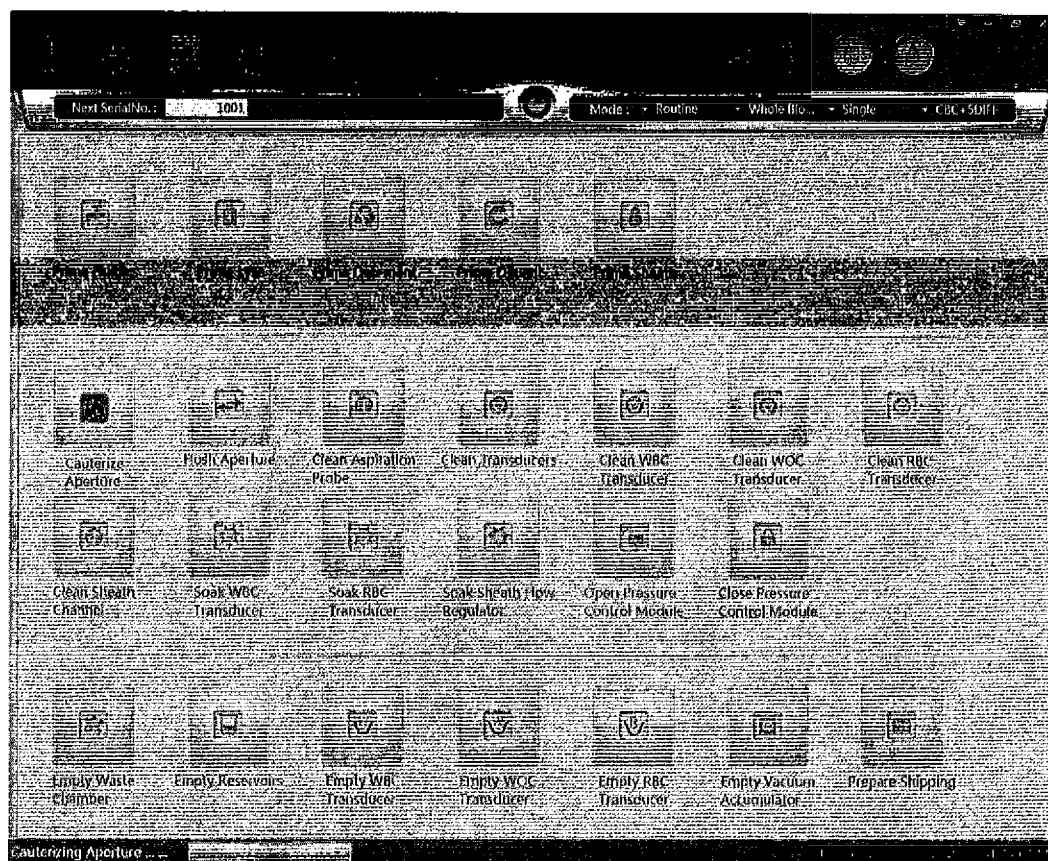

Рисунок 10-5 Окно "Cauterize Aperture" ("Прожи́г апертуры")
- (1) Находясь в меню "Maint" ("Техническое обслуживание"), нажать кнопку "Cauterize Aperture" ("Прожиг апертуры")
- (2) После этого анализатор начнет прожиг апертуры. После этого анализатор начнет прожиг апертуры. см. Рисунок 10-5